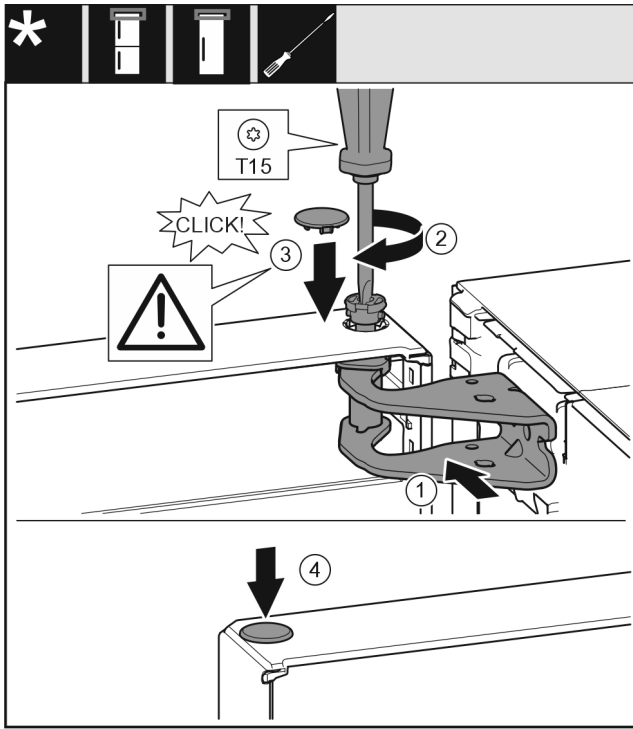

Fig. 22
- Deur boven uitlijnen op de opening in de lagerbus. Fig. 22 (1)
- Bouten Fig. 22 (2) insteken en met een schroevendraaier vastschroeven.
- Beveiligingsafdekking Fig. 22 (3) voor de borging van de deur monteren: Beveiligingsafdekking plaatsen en controleren of deze tegen de deur ligt. Anders de bouten volledig insteken.
- Plug Fig. 22 (4) insteken.